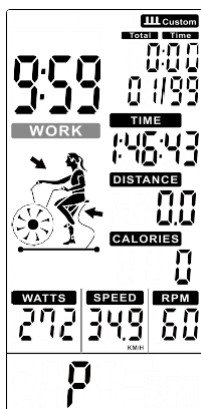

Abbildung 32
- ⑤ Die Zykluszeit wird von dem vorher bestimmten Wert der Gesamtzeit heruntergezählt und **WORK** blinkt jede Sekunde. Dann beginnt der Computer Gesamtzeit (TOTAL TIME), Distanz (DISTANCE), Kalorienverbrauch (CALORIES), Leistung (WATTS), Geschwindigkeit (SPEED) und Umdrehungen pro Minute (RPM) zu zählen, wobei '01/XX' angezeigt wird (Abbildung 32).